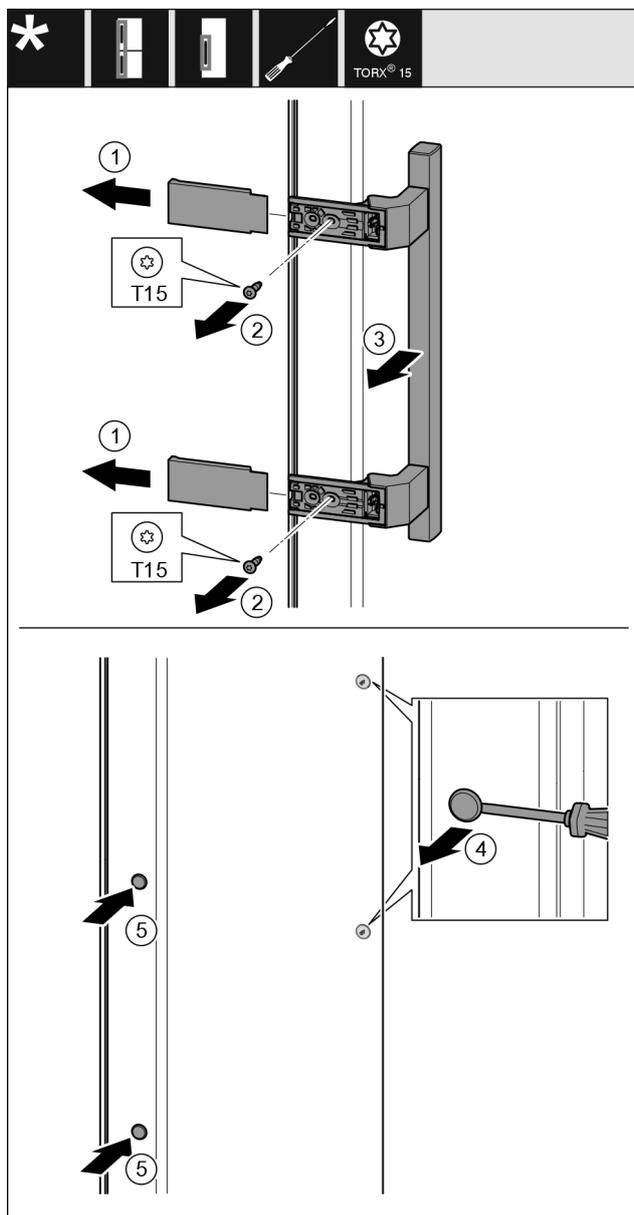

Fig. 24
- ▶ Снимите крышку Fig. 24 (1).
- ▶ Выкрутите винты Fig. 24 (2) отверткой.
- ▶ Снимите ручку Fig. 24 (3).
- ▶ Осторожно приподнимите шлицевой отверткой боковую заглушку Fig. 24 (4) и извлеките ее.
- ▶ Снова установите заглушку Fig. 24 (5) с другой стороны.